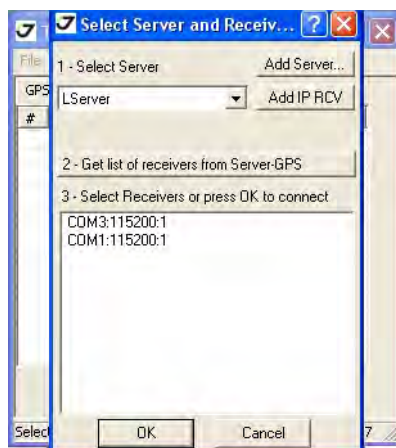

Рисунок 21. Параметры соединения
2. Запустите программу TriVU. Выберите последовательный порт и нажмите *Ok* (Рис. 21).